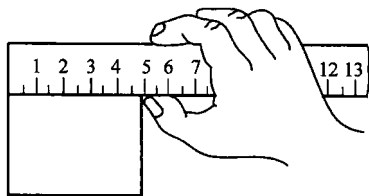
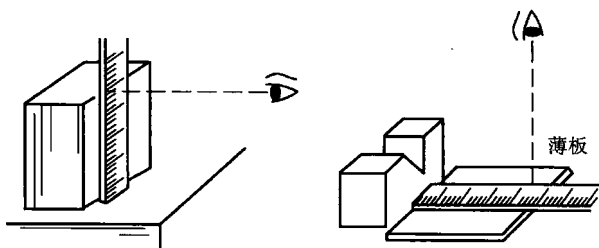

图 1-3 用金属直尺测量工件
图 1-4 正视读数
(1) 测量工件 右手执尺, 使端面与工件的端面对齐, 如图 1-3 所示。读数时, 要求正视读数, 如图 1-4 所示。